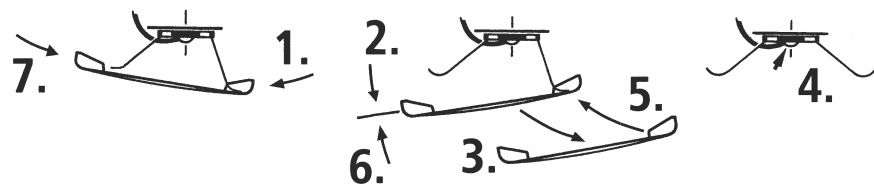

Fig. 9
3. Lämpchenwechsel: Bitte nehmen Sie zuerst das Lokgehäuse ab (Fig. 3). Danach können Sie die **Lämpchen** wechseln (Fig. 9).
3. Remplacement des ampoules: Veuillez démonter d'abord la caisse de votre locomotive (fig. 3), puis vous pouvez **échanger les ampoules** (voir fig. 9).
3. Verwisselen van de lichten: Verwijder eerst de loc-kap (Fig. 3) en **verwissel dan de lampjes** (Fig. 9).